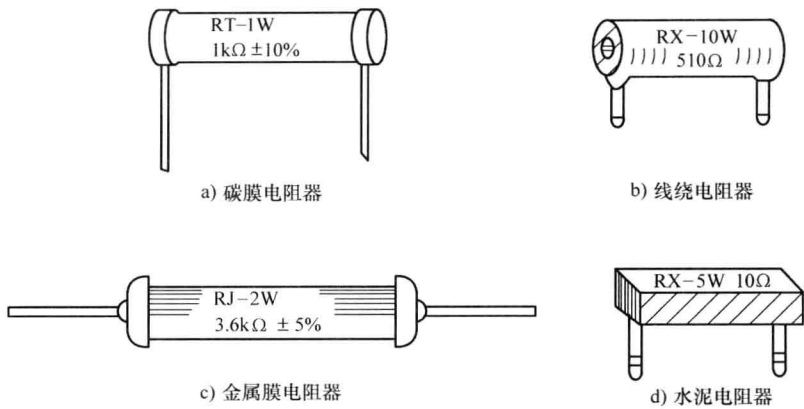

图 1-2 直标法
1) 直标法。就是将电阻器的类别、标称阻值、允许偏差及额定功率等直接标注在电阻器的外表面上。直标法一般用数字和单位符号直接地标称电阻值并标志在电阻器上, 还有的用数字和单位符号组合在一起表示, 文字符号前面的数字表示整数阻值, 文字符号后面的数字表示小数点后面的小数阻值, 其允许偏差直接用百分数表示, 如图 1-2 所示。例如, 电阻器上标志符号“R33”表示 0.33 Ω , “6k8”表示 6.8k Ω 。文字符号组合标志电阻器标称阻值实例如表 1-7、表 1-8 所示。